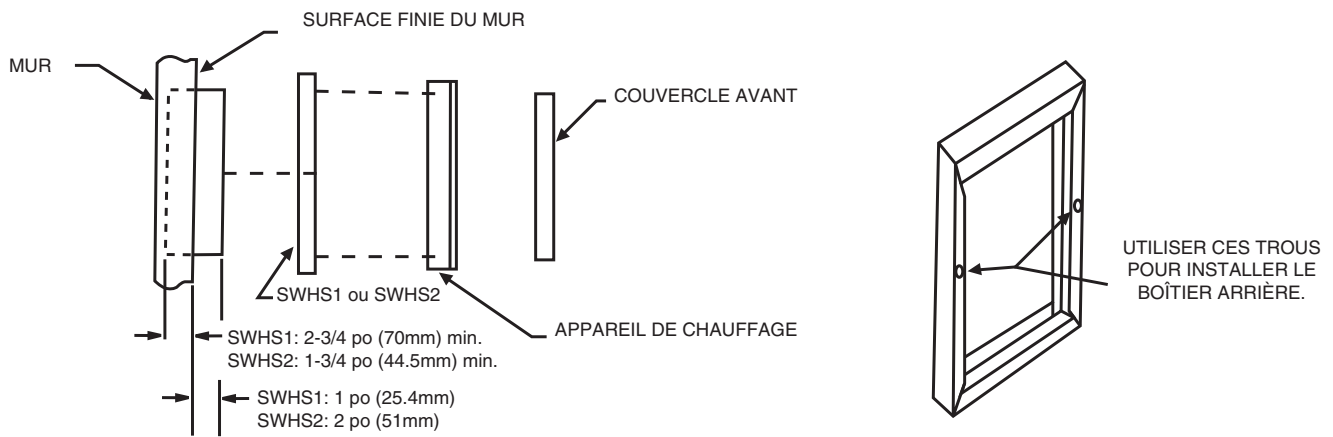

FIGURE 2
1. Lorsque le manchon SWHS1 est utilisé, le bord avant du boîtier arrière doit être à 1 po (25.4 mm) au-delà de la surface finie du mur. Lorsque le manchon SWHS2 est utilisé, le bord avant du boîtier arrière doit être à 2 po (51 mm) au-delà de la surface finie du mur (Voir la Figure 2).
1. Placer le manchon semi-encastrés sur le boîtier arrière et le fixer au moyen de deux (2) vis n° 6 x 3/8 po (3.5 mm X 9.5 mm) (fournies) vissées dans les trous, tel qu'indiqué à la Figure 2.